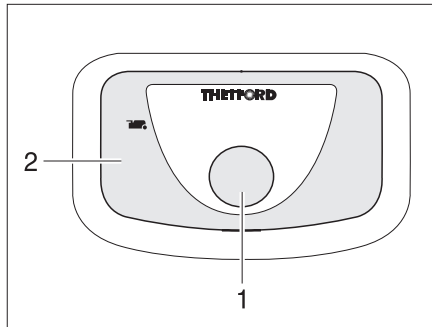

Fig. 348 Pulsante dello sciacquone/spia di controllo toilette Thetford
- Per sciacquare premere il pulsante blu (Fig. 348,1).
Quando la cassetta Thetford è piena e deve venire svuotata, la spia di controllo (Fig. 348,2) si accende.